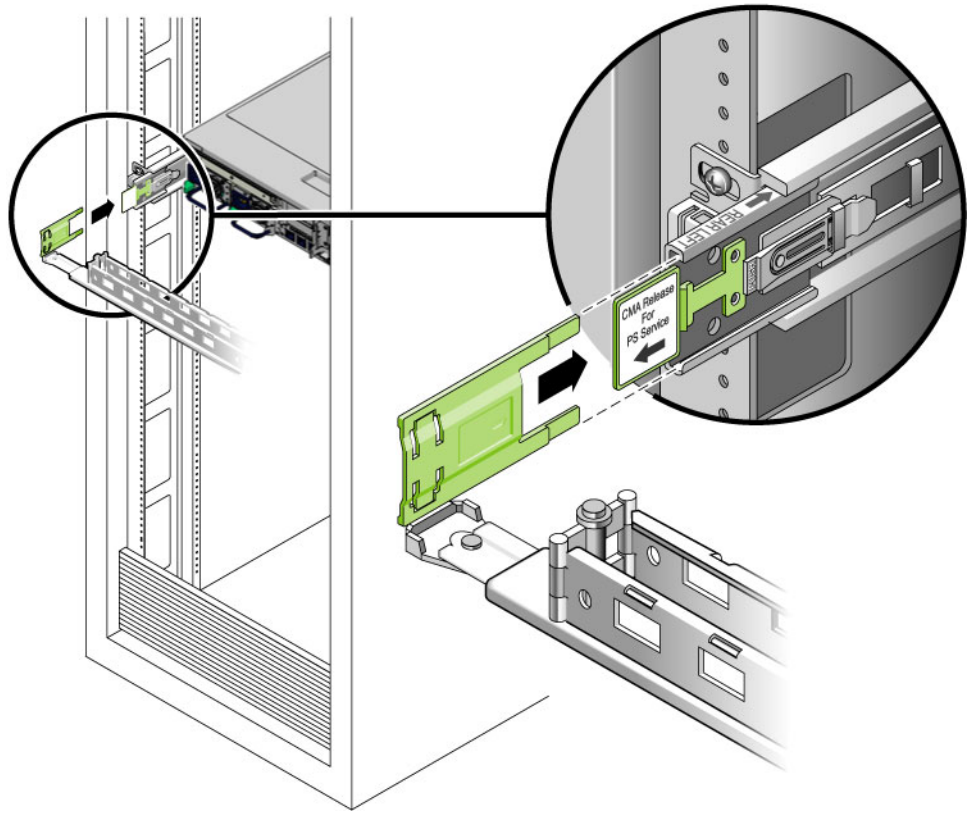

図 2-11 スライドレールの左側の取り付け
4. CMA の左側にあるヒンジ付きのプラスチック製のコネクタを、CMA レール拡張部品に完全に挿入します (図 2-11)。